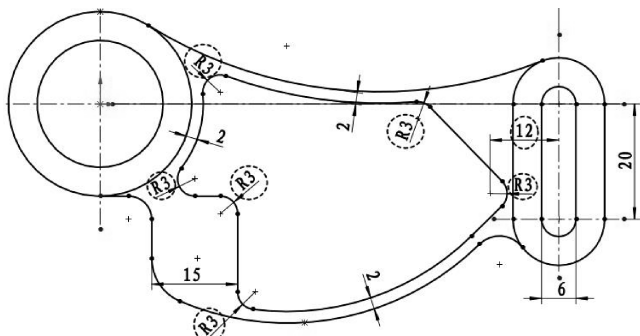

图 2-127 创建内部轮廓的圆角
- 单击【绘制圆角】按钮，创建内部轮廓中相同半径（R3）的圆角，如图 2-127 所示。